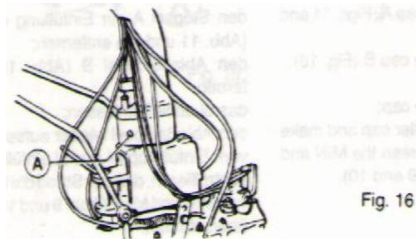

Fig. 16
- Indsprøjt fedt igennem fedtpunkt A (fig.16) for at smøre styrets samlepunkt, indtil fedtet løber ud.